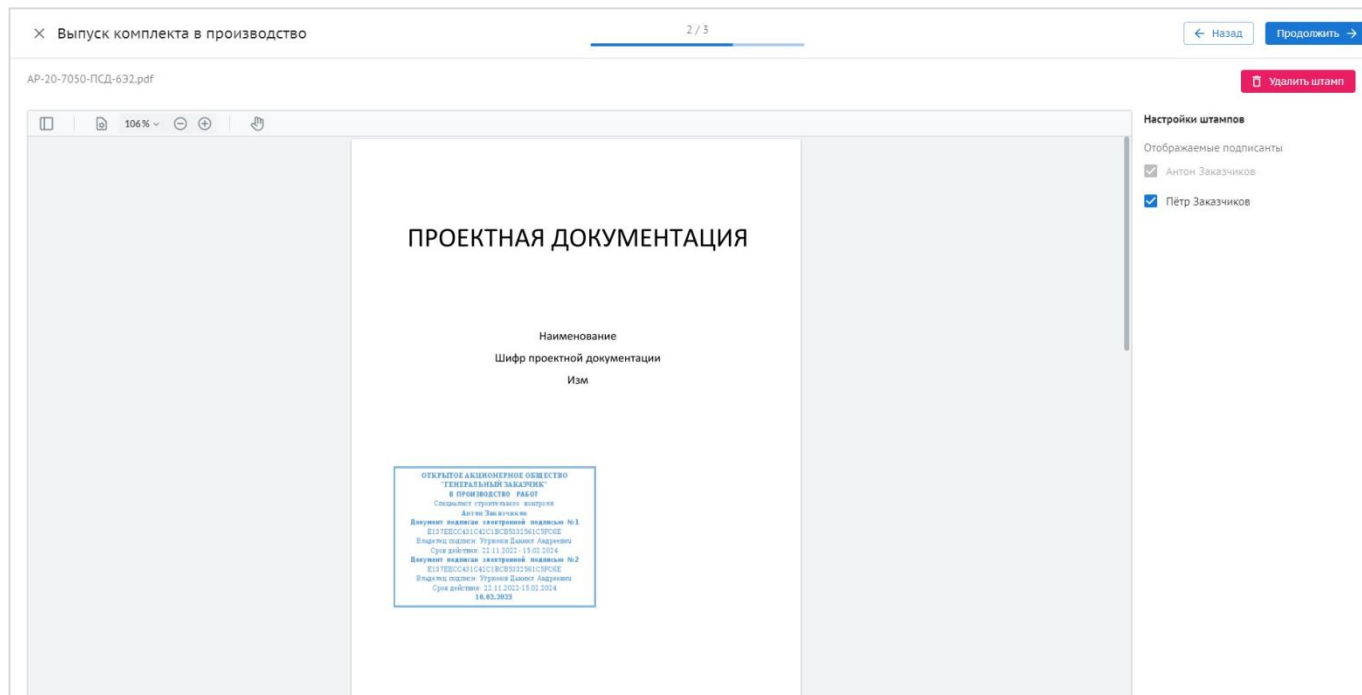

Рис. 42 - Несколько подписантов при выпуске в производство
3.1. Также есть возможность добавить в штамп дополнительного подписанта из сотрудников своей организации. Для этого необходимо заранее подписать и передать документ между сотрудниками организации заказчика. После того как документ будет подписан соответствующими сотрудниками, окно просмотра будет выглядеть следующим образом (рис. 42);